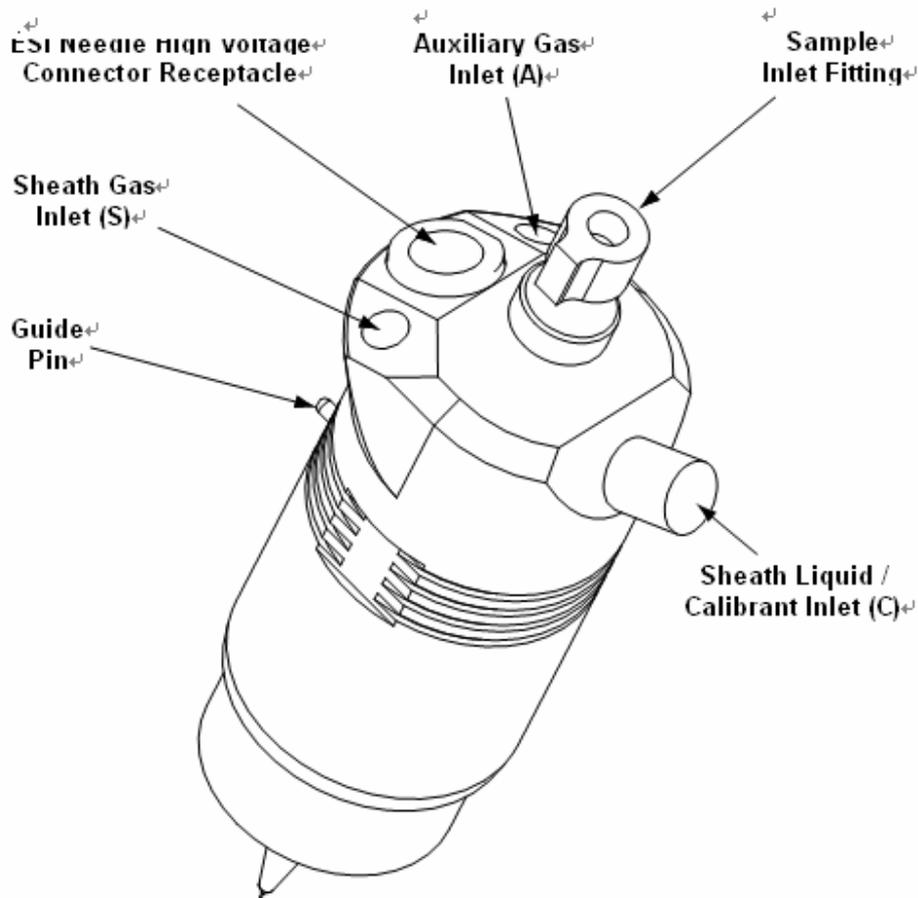

图2-10 ESI 探针的侧面图
3. 将ESI 探针插到离子源室的开口处，使探针上的定位销与API API互锁塞最小保持45度角。见图2-10